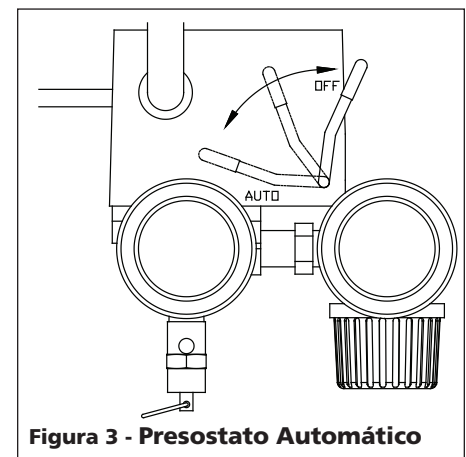

Figura 3 - Presostato Automático
- **Presostato** - Automático (Figura 3)